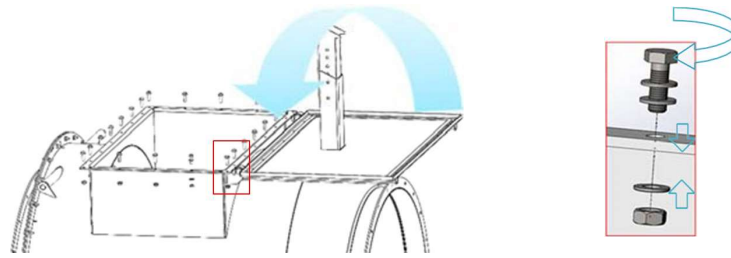

Abbildung 9 : Wartungsplatte schießen
Schritt 3: Schließen Sie die Wartungsplatte wie in Abbildung 9 dargestellt. Wenn nötig das Dichtungsband erneuern, damit es richtig luftdicht ist (15x5 EPDM Celrubber).